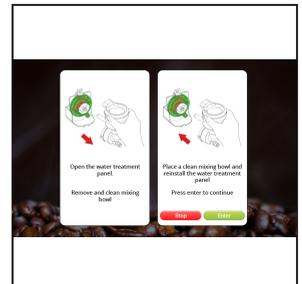

Fig.6
5. L-iskrin se juri **ERĠA' INSTALLA BIEQJA TAT-TAĤLIT NADIFA, AGHFAS ENTER BIEX TIKKONFERMA**. Aghfas ENTER. (Ara Fig.6).